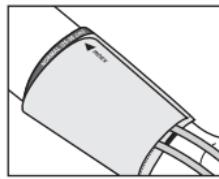

Рис. 7
5. На застегнутой манжете метка «INDEX» должна указывать на область «NORMAL» (рис. 7). Это означает, что манжета подобрана правильно и соответствует размеру окружности плеча. Если метка указывает на область обозначенную «◀▶» или левее, то манжета мала и показания могут быть завышены на 5 мм рт.ст. и более. Если метка указывает на область «▶▶» или правее, то манжета велика и показания могут быть занижены на 5 мм рт.ст. и более.